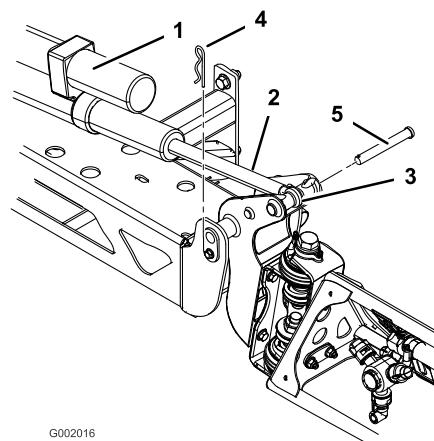

Figura 42
2. Togliete la coppiglia dal perno di articolazione (Figura 42).
3. Sollevate la barra e togliete il perno (Figura 42). Abbassate lentamente la barra al suolo.
6. Alzate la barra per allineare il perno con l'asta dell'attuatore. Tenete ferma la barra e inserite il perno attraverso il perno della barra e l'asta dell'attuatore (Figura 42).